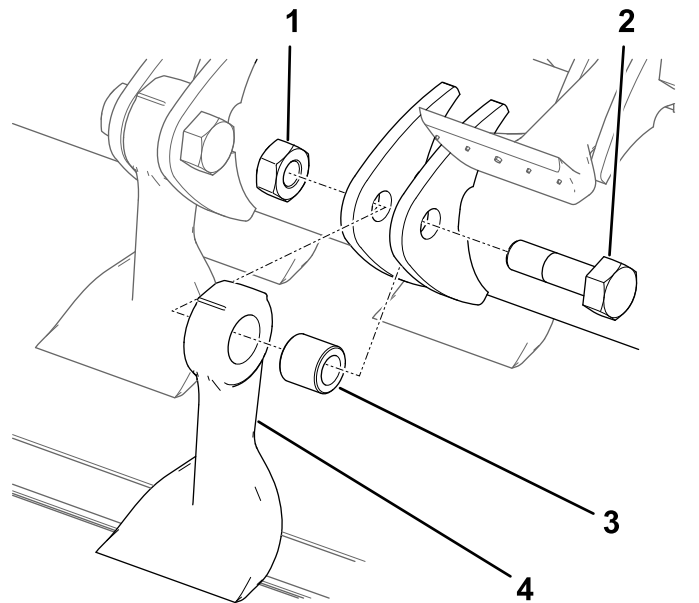

図 34
6. 厚いウェスカ手袋でブレードをしっかりと持ち、ナット、ボルト、ブッシュを外してボルトを取り出す 図 34。
8. 新しいブレードを取り付ける新しい締結具を使用する 図 34。